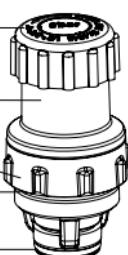

fig. 3b
Fate attenzione che entrambi gli O-ring (**4 + 5**) siano montati sulla parte superiore sostitutiva (**vedi fig. 3b e 4b**) e che il filetto della parte superiore, come pure i punti di tenuta degli O-ring siano puliti e lucidi nel corpo valvola (3).